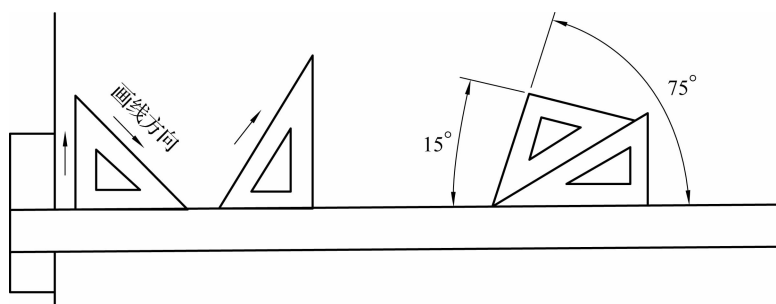

图 1-1-10 三角板的使用
(3)三角板。三角板有 45° 和 $30^\circ/60^\circ$ 两种。三角板与丁字尺配合使用可画垂直线和与水平线成 30° 、 45° 、 60° 以及 15° 倍数角的各种倾斜线,如图 1-1-10 所示。